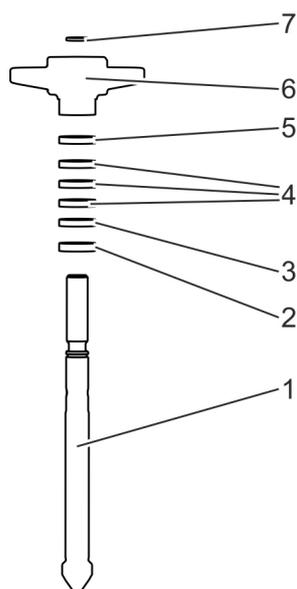

Fig. 28: Montage de la garniture d'étanchéité (le nombre d'anneaux de garniture varie)
25. ▶ Placer un anneau de fond (Fig. 28/2) sur la broche (Fig. 28/1).
26. ▶ Si un anneau de compartimentation (Fig. 28/3) à capuchon en tôle est utilisé, placer l'anneau de compartimentation (Fig. 28/3) avec le capuchon en tôle orienté vers l'anneau de fond (Fig. 28/2) sur la broche (Fig. 28/1).
Placer les anneaux de garniture (Fig. 28/4) sur la broche.
28. ▶ Si un anneau de compartimentation (Fig. 28/5) à capuchon en tôle est utilisé, placer l'anneau de compartimentation (Fig. 28/5) avec le capuchon en tôle orienté vers le fouloir de presse-étoupe (Fig. 28/6) sur la broche (Fig. 28/1).
29. ▶ Placer le joint torique (Fig. 28/7) sur la broche.
30. ▶ Insérer la broche (Fig. 28/1) dans le chapeau en étrier.
31. ▶ Placer le fouloir de presse-étoupe (Fig. 28/6) sur la broche.